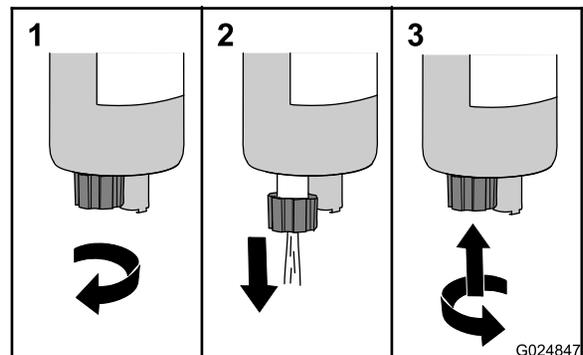

**Figure 20**
2. Placez un bac de vidange sous le robinet de vidange du séparateur eau/carburant (Figure 20).